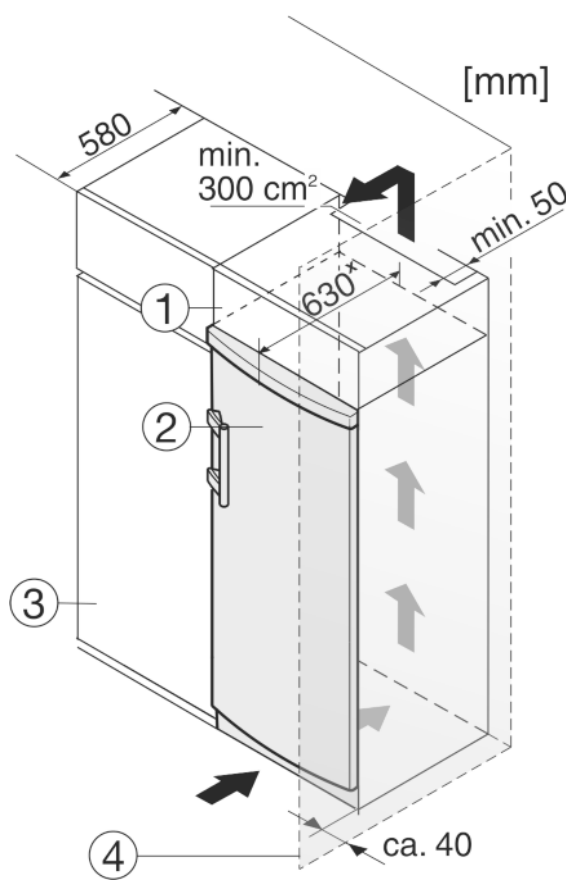

Fig. 9
L'appareil peut être entouré de meubles de cuisine. Pour adapter l'appareil Fig. 9 (2) à la hauteur des placards de la cuisine intégrée, on peut placer un élément haut Fig. 9 (1) au-dessus de l'appareil.
Lors de la transformation avec des placards de cuisine (profondeur max. 580 mm), l'appareil peut être placé directement à côté du placard de cuisine Fig. 9 (3). L'appareil dépasse latéralement de 34 mm^x et de 50 mm^x au centre de l'appareil par rapport à la face avant du placard de cuisine.
Si l'appareil est installé avec les charnières à côté d'un mur *Fig. 9 (4)*, la distance entre l'appareil et le mur doit être de 40 mm min. Ceci correspond à la saillie de la poignée lorsque la porte est ouverte.